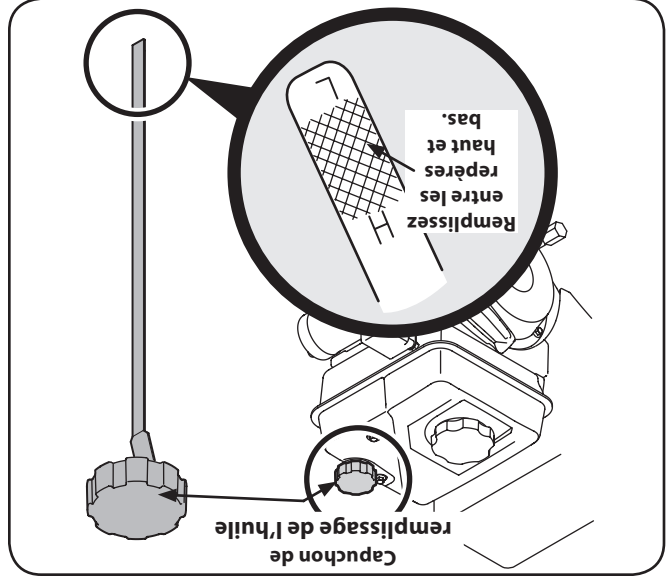

Figure 3-3
- Maintenir le niveau d'huile entre les repères haut (H) et bas (L) de la jauge à huile ou à la limite de débordement dans le cas d'un moteur sans jauge à huile. Voir la Figure 3-3.
- 1. Enlevez le capuchon de remplissage de l'huile et essayez la jauge à huile. Voir la Fig. 3-3.
- 3. Enlevez le capuchon de remplissage de l'huile. Si le niveau d'huile est bas, ajoutez lentement de l'huile jusqu'à ce que le niveau d'huile soit entre les repères haut (H) et le bas (L). Voir la Fig. 3-3.